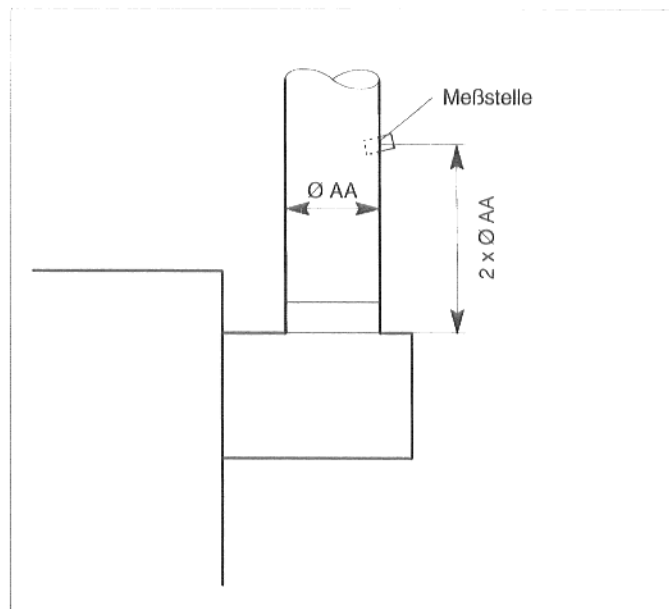

Abb. 26: Meßstelle im Abgasrohr
- Bringen Sie im Abgasrohr, ca. 2 x Ø AA nach der Strömungssicherung an der dem Kessel abgewandten Seite, eine Bohrung an (Abb. 26).